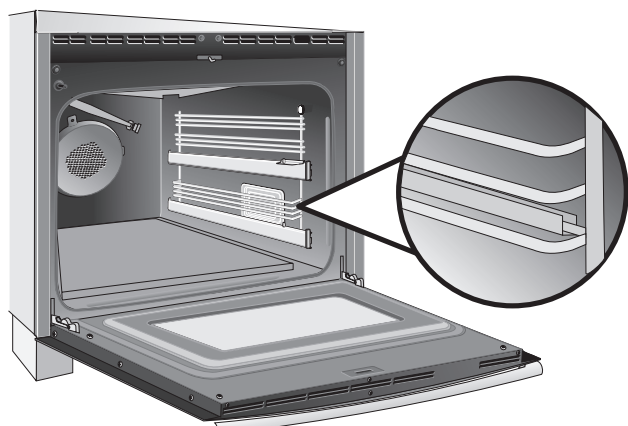

Figure 17 : Supports Grille latérale
2. Placer les grilles latérales dans les crochets de support situés sur les côtés du four (voir Figure 17).